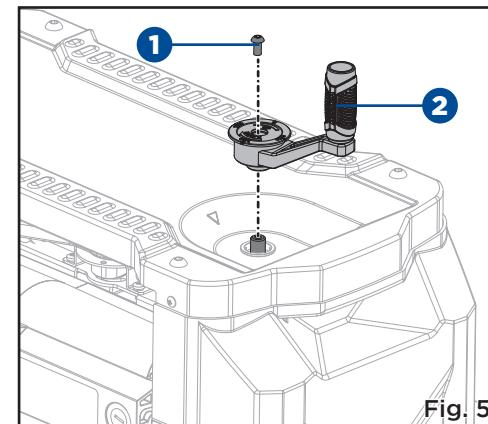

Fig. 5
**INSTALLATION DE LA POIGNÉE DE RÉGLAGE DE LA TÊTE DE COUPE (Fig. 5)**
- Fixez la poignée de réglage de la tête de coupe (1) à la raboteuse au moyen de la vis M6 x 16 (2).
- Serrez la vis à tête hexagonale m6 x 16 (2) à l'aide de la clé hexagonale (inclusa).